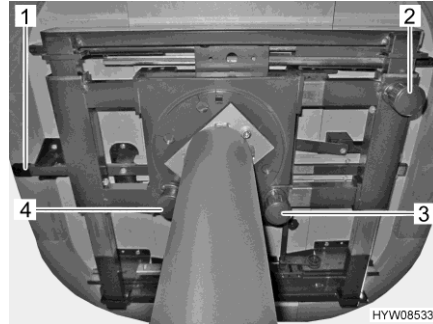
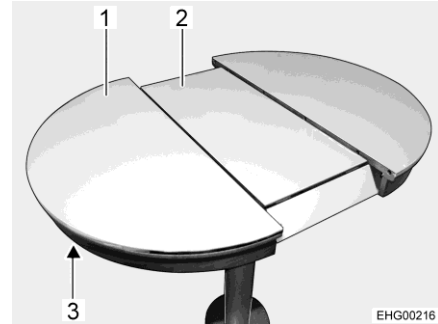

Fig. 94 Possibilités de régler la table
Fig. 95 Agrandir le plateau de table
- Tirer le bouton (Fig. 94,3) vers le bas et le maintenir ainsi.
- Tirer le bouton (Fig. 94,2) vers le bas et le maintenir ainsi.
- Tirer le bouton (Fig. 94,4) du verrouillage vers le bas.
- Pousser le déverrouillage (Fig. 94,1 et Fig. 95,3) vers le haut.
- Tirer sur le plateau de table (Fig. 95,1) jusqu'à ce que la rallonge (Fig. 95,2) remonte et se trouve à hauteur du plateau de table.
- Pousser le déverrouillage (Fig. 95,3) vers le haut.
- Tirer sur le plateau de table (Fig. 95,1) jusqu'à ce que la rallonge (Fig. 95,2) soit libérée.